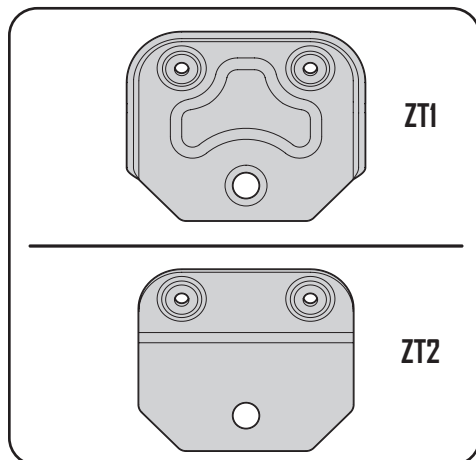

Figura 4-6
2. Instale la ménsula de soporte vertical en el conjunto de montaje sobre el tractor enganchándolo encima del conjunto de montaje tal como se muestra en la Figura 4-6.
3. Fije la ménsula de soporte vertical a la unidad de montaje con un perno hexagonal (710-0376) y una tuerca de seguridad con brida (712-04063) que viene con el paquete de herrajes 689-01419. Consulte la Figura 4-6.